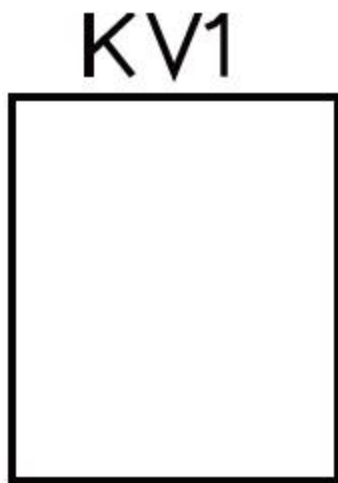

图9-53 绘制文字
- 02 选择菜单【绘图】|【文字】|【单行文字】命令，输入元器件名称KV1，如图9-53所示。